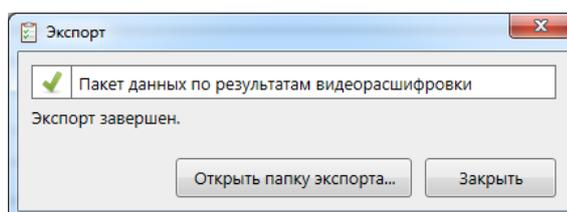

Рисунок 67 – Экспорт
7.2.7 После завершения экспорта отобразится информационное окно (Рисунок 67).